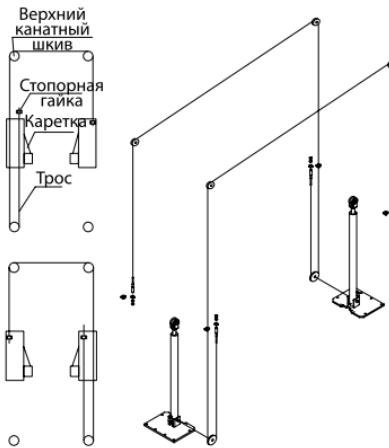

Рисунок 5 – Установка троса синхронизации
11. Установите тросы синхронизации (рис. 5). Поднимите каретки до первого щелчка замков безопасности. Убедитесь, что они находятся на одинаковой высоте от пола (допуск в пределах 6 мм). Закрутите вначале стопорную гайку на один конец троса так, чтобы наконечник троса прошел через центральное отверстие гайки. Затем протяните трос в соответствии со схемой через все шкивы и наверните гайку на второй конец троса (на другой каретке). Равномерно затяните обе гайки. Повторите операцию для второго троса.